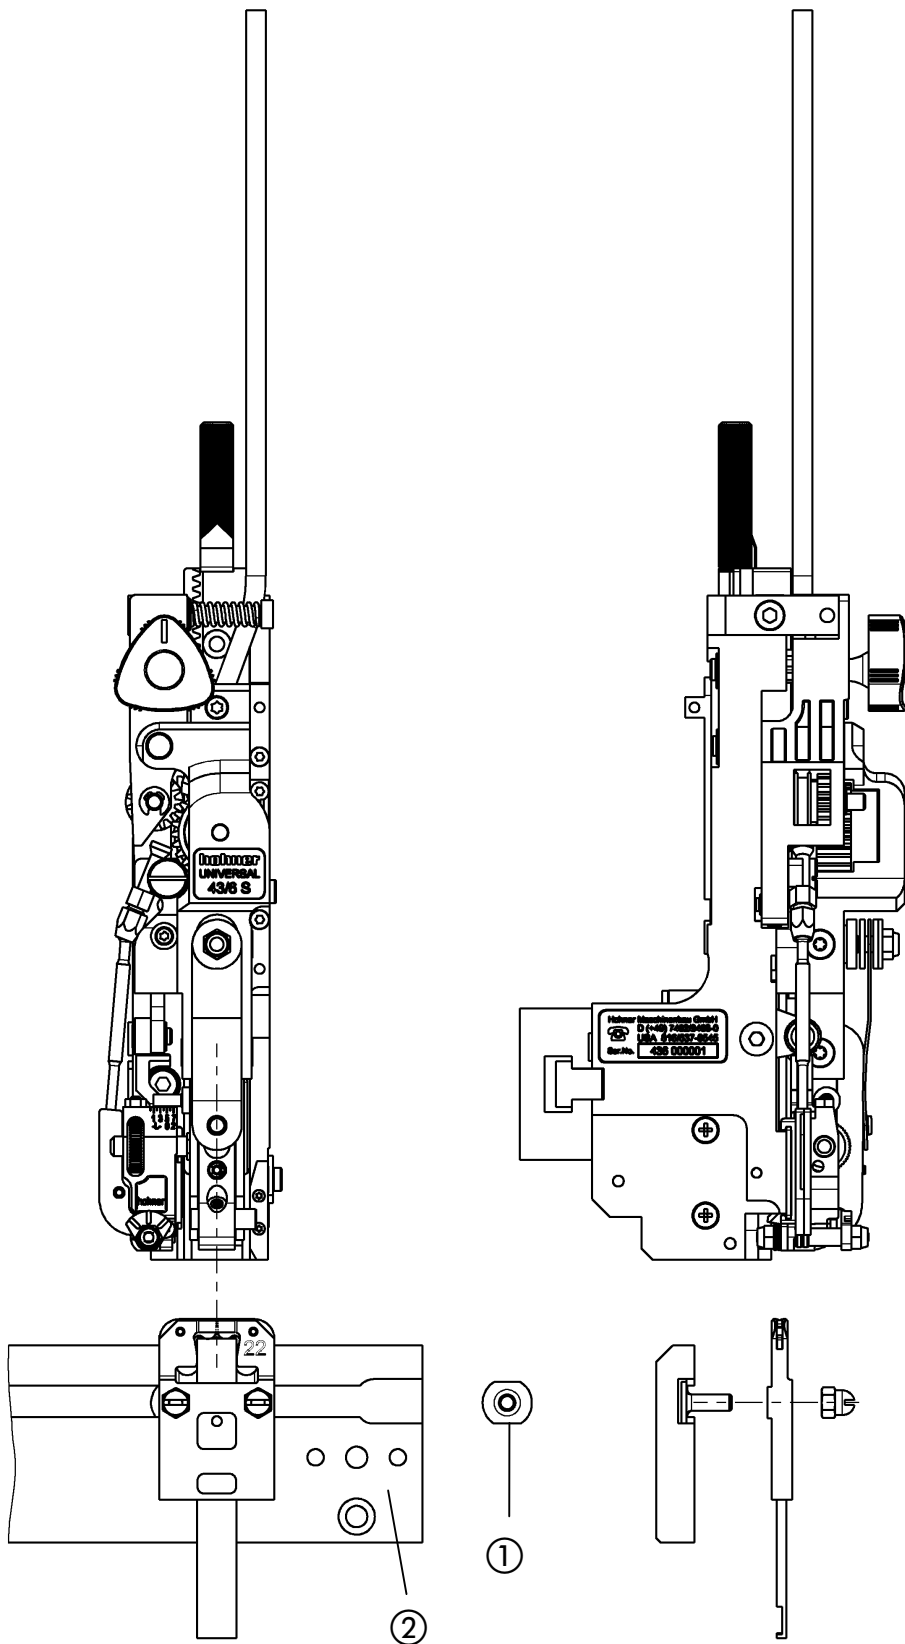

Abb. 7
- Abb. 7 -
- Nutschrauben ① (bzw. Nutenstein) seitlich in die Klinscherkastenaufnahme ② einführen.